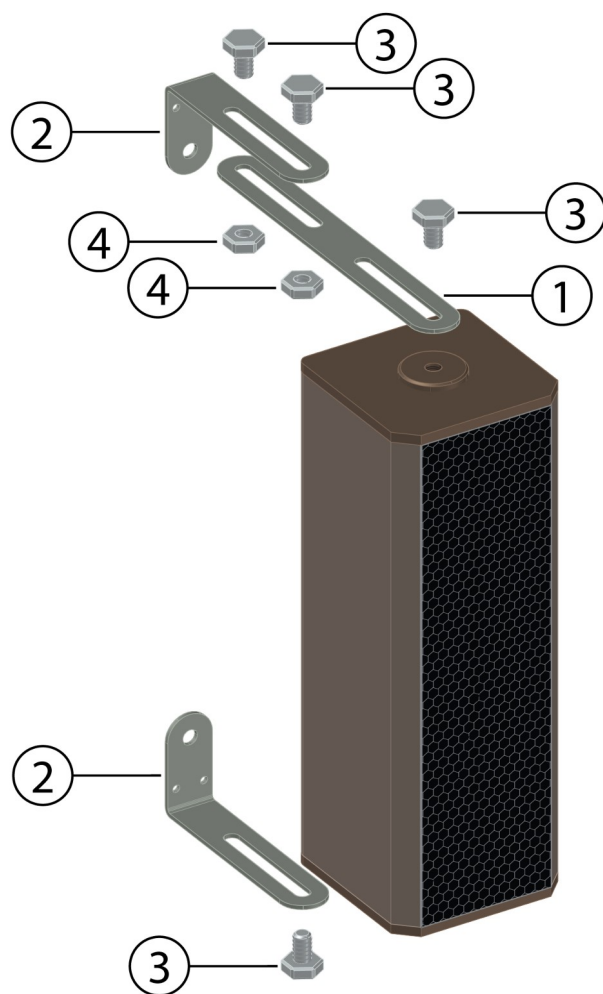

Рис.3 Комплект крепежных принадлежностей и установка крепежа БА
4.3. Закрепите БА на установленных кронштейнах (рис. 3) при помощи болтов, входящих в комплект поставки. Для придания дополнительного наклона БА при вертикальной установке удлините верхний кронштейн БА планкой, входящей в комплект поставки.